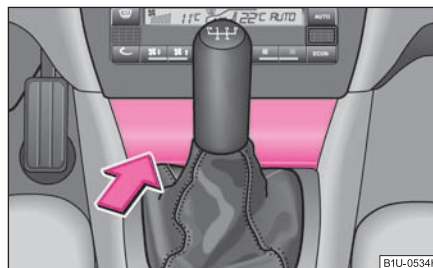

Fig. 83 Consola central: Cenicero delantero
- Haga presión sobre la parte inferior de la tapa de cenicero en el lugar de la flecha ⇒ fig. 83.